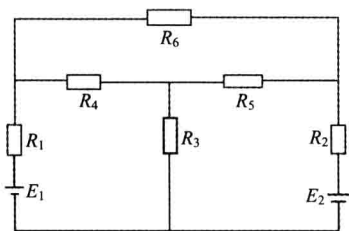

图 1-1-7
1. 自己选择电阻和电源参数, 连接一个如图 1-1-7 所示的电路, 解决如下问题: